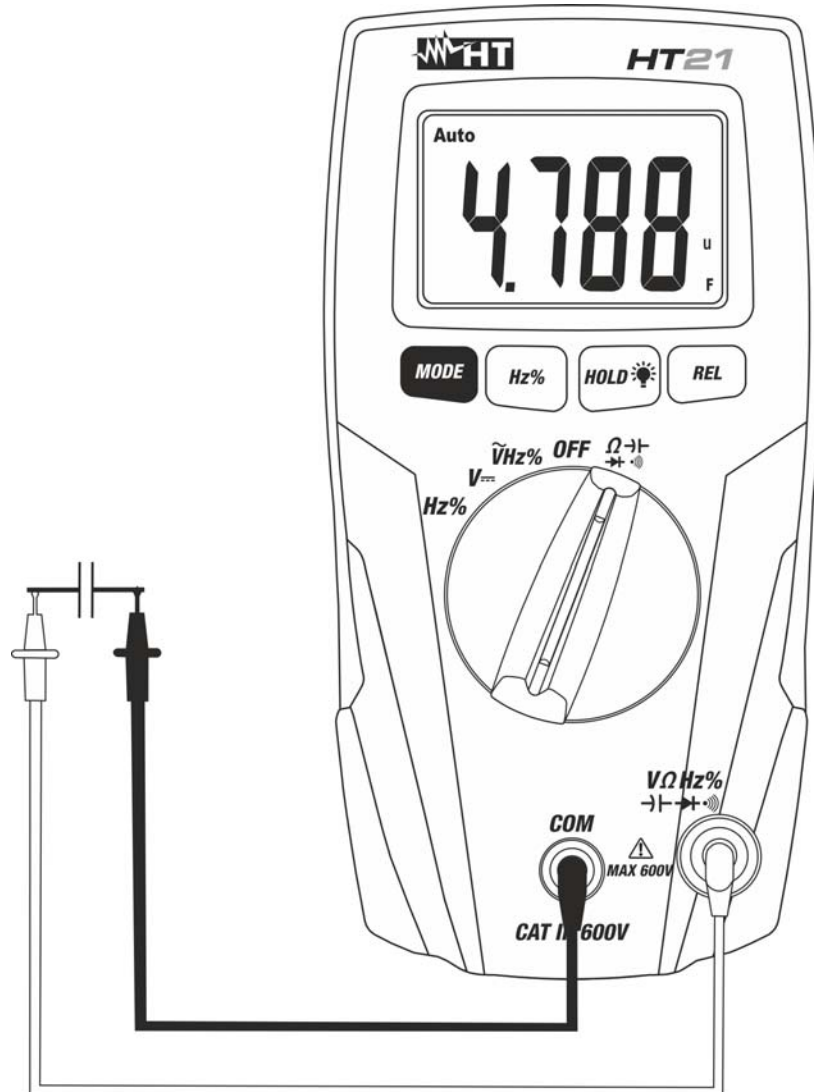

Fig. 7: Uso dello strumento per misura di Capacità
5. Posizionare i puntali ai capi del condensatore in esame (vedere Fig. 7) rispettando eventualmente le polarità positive (cavo rosso) e negative (cavo nero) sul condensatore in esame. Il valore della capacità è mostrato a display